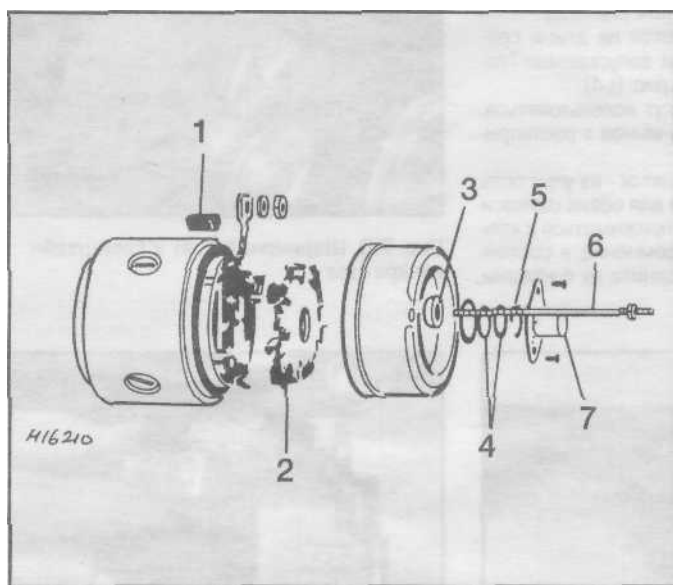

Рис. 11.1 Узел щёток стартера [типовой]
- 1 Снимите стартер с автомобиля и очистите внешнюю поверхность вокруг торцевой крышки (см. рис. 11.1).